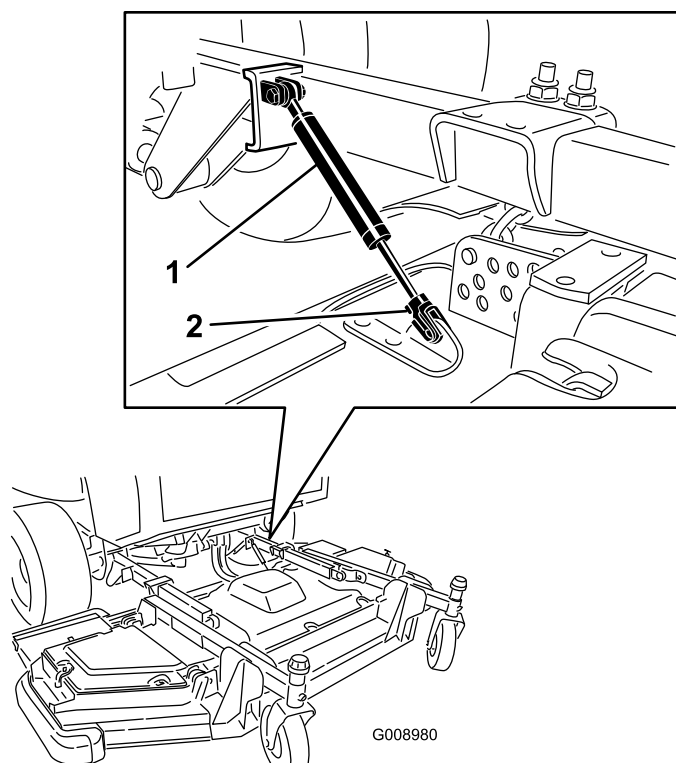

Figura 136
3. Retire o dispositivo de fixação e desligue o conjunto do amortecedor da plataforma do cortador (Figura 136).